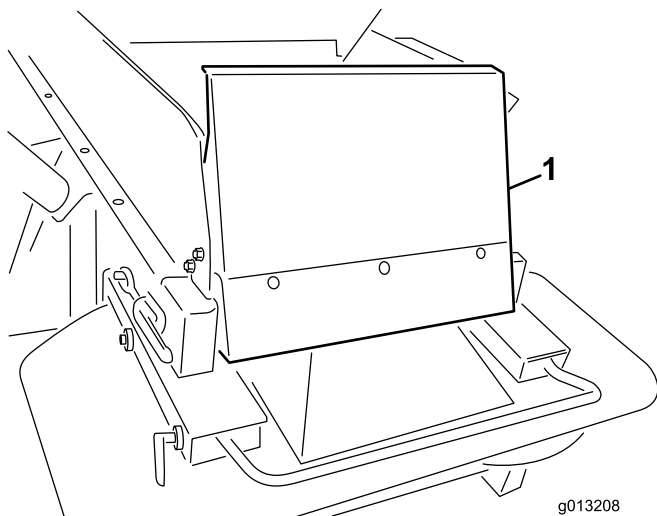

Рисунок 7
6. Установите защитное ограждение бункера с помощью поставляемых в комплекте болтов со сферической головкой на 1/4 x 5/8 дюйма и нейлоновых контргаек (Рисунок 7).